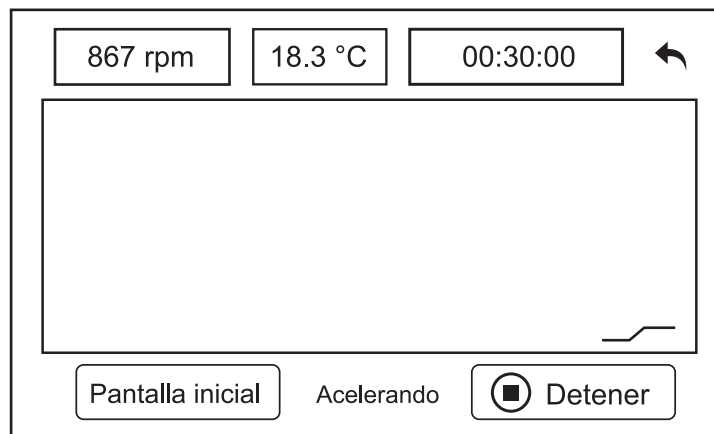

Figura 14.
d) La centrifuga comenzará a funcionar según los parámetros configurados. Al pulsar el botón **“Gráfica”**, se mostrará la interfaz de curvas, como se muestra en la Figura 14. Seleccione **“Detener”** en caso de parar el proceso.